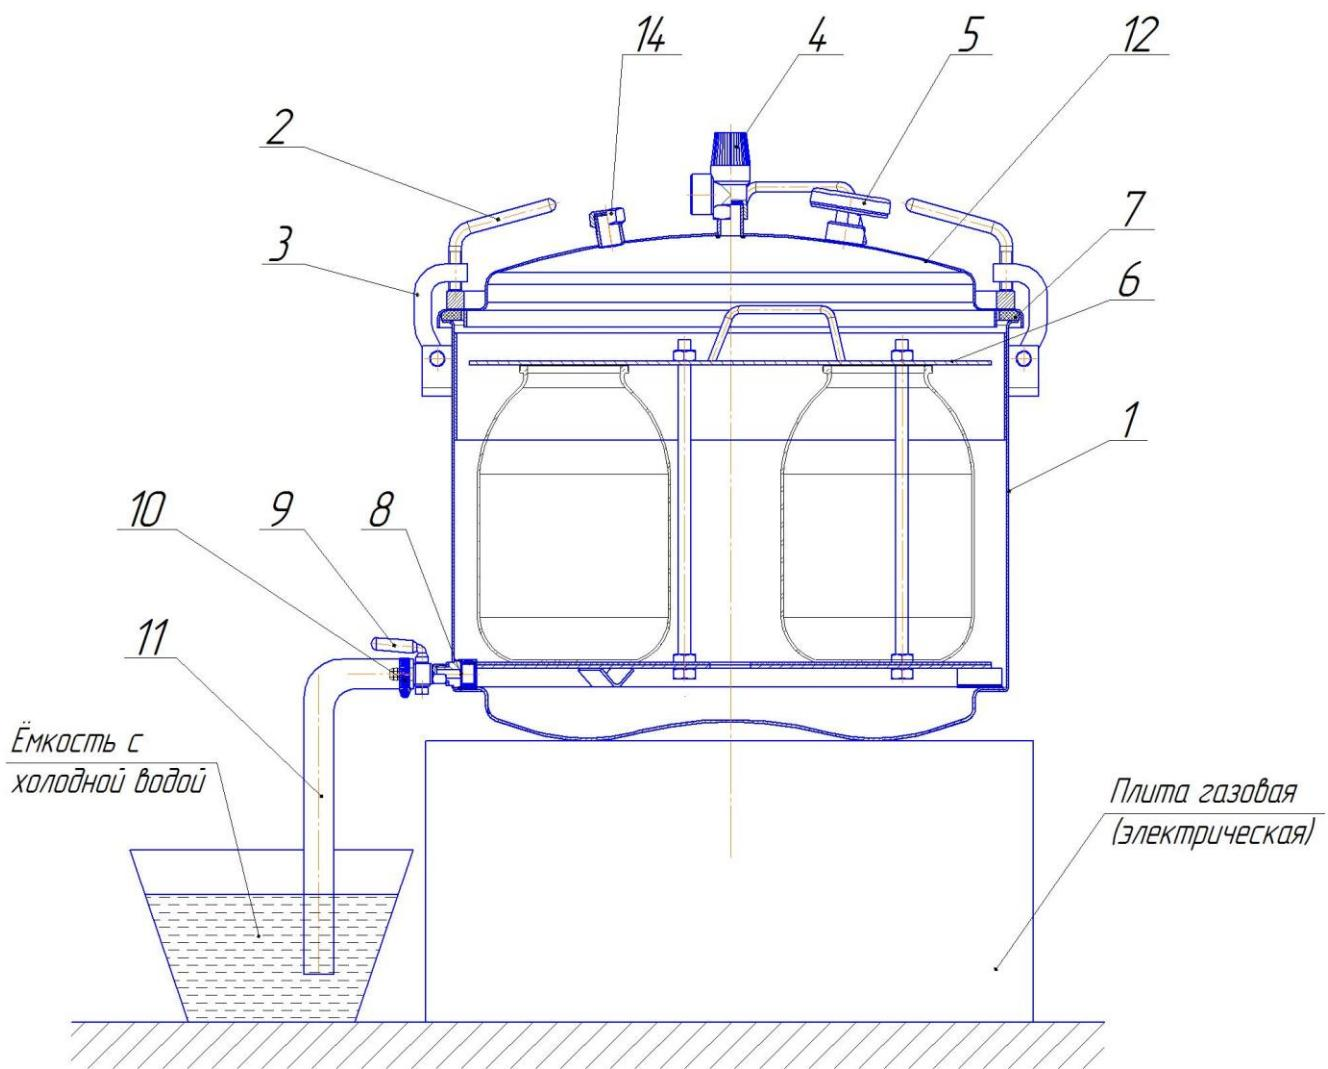

Рис. 1. Схема автоклава в сборе
4.3. Для защиты от брызг и пара при сливе воды с температурой свыше 100 °C, конец шланга слива 11 (рис.1) опустить в ведро (или другую ёмкость) с небольшим количеством холодной воды (водяной затвор) и закрепить его (например, привязав шланг к ручке ведра), иначе возможны хаотичные движения шланга с выбросом пара и горячей воды во все стороны в первые минуты слива воды.
- не откручивать упоры крышки 2 (рис. 1);
- при необходимости сбросить давление в автоклаве до полного прекращения выхода пара, повернув головку предохранительного клапана 4 (рис. 1) (для предотвращения попадания пара на руку надеть защитную перчатку);
- отвинтить упоры крышки 2 (рис. 1), отбросить прижимы 3 и снять крышку 12;
5.3. Для исполнений автоклава -01 проверить затяжку заглушки с прокладкой 14 (рис. 1).
5.8. Снять крышку 12 (рис. 1), аккуратно опустить кассету с банками в корпус автоклава.
5.9. Налить в корпус 1 (рис. 1) воду из-под крана или другого источника, уровень воды должен быть на 2 см ниже верхней кромки корпуса.
5.10. Установить крышку 12 (рис.1) на место. Набросить на крышку прижимы 3 с упорами 2 (рис.1) и, равномерно крест-накрест затягивая упоры 2 прижать крышку к корпусу.
5.14. Нагреть воду в автоклаве до температуры стерилизации. Поддерживать температуру стерилизации в течение времени, рекомендуемого в выбранном Вами рецепте. Контроль температуры осуществлять по стрелочному термометру 5 (рис.1), поддерживать её постоянной, регулируя силу пламени горелки. Время контролировать по часам.
- открыть кран 9 (рис.1) для слива воды, который снабжён дозирующим устройством (жиклёром 8), обеспечивающим слив воды за 20-30 минут, смотри пункт 4.3.
5.16. После остывания автоклава до 95°C повернуть головку предохранительного клапана 6 (рис.1) не достигая щелчка, дождаться сброса давления в автоклаве. Эти действия позволяют продолжаться процессам: слива воды и более интенсивному остыванию кассеты с банками.
5.18. Отвинтить упоры 2 (рис.1), отбросить прижимы 3, снять крышку 12.
5.19. Вынуть кассету 6 (рис.1) из автоклава и установить в безопасное место для дальнейшего остывания.
- 6.1. Убрать из автоклава кассету 6 (рис. 1).
- 6.5. Поставить крышку 12 на место, убедиться в правильной её установке. Набросить на крышку прижимы 3 с упорами 2 (рис.1) и, равномерно крест-накрест затягивая упоры 2 прижать крышку к корпусу.
- 6.6. Собрать дистиллятор (рис. 4), предварительно удалив заглушку с прокладкой 14 (рис. 1). Проверить плотность соединения гибкого металлического шланга, трубок и крышки автоклава.